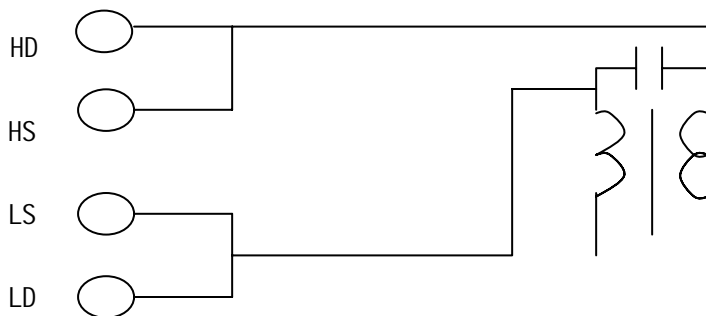

图 5-9 初、次级电容量测量
**初、次级电容量测量：**按图 5-9 所示连接，可测量初、次级电容量。